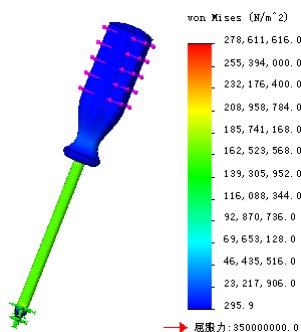

图 10-63 螺钉旋具模型受力分析结果
(1) 使用本书提供的素材文件, 进行有限元分析, 观察在受到 $1\text{N} \cdot \text{m}$ 的力矩作用下的应力情况, 如图 10-63 所示。